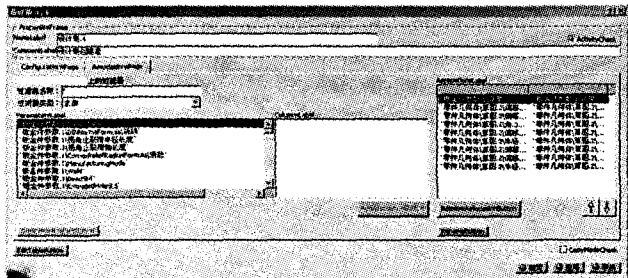

图 3 更改数模
(3) 将建好的数模分别根据结构件同类数据集的个数复制相同个数并更改为各自的名称,表格也按照相应同类数据集的个数复制相同个数并更改为相应的名称。
(4) 打开下一个需要更改的数模,单击(design Table)按钮,弹出设计表格对话框,选择从预先存在的文件中创建设计表选项,建立该参数与相应名称的 Excel 参数表的链接,更改相应 Excel 参数表中的数据,单击刷新按钮并保存 Excel 参数表和数模,如图 3 所示。